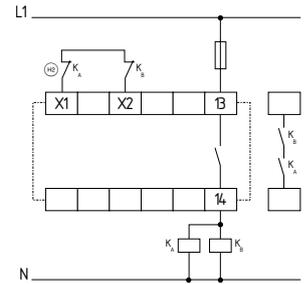

Abb. 12
**Zweikanalige Ansteuerung mit Rückführkreis (siehe Abb. 12)**